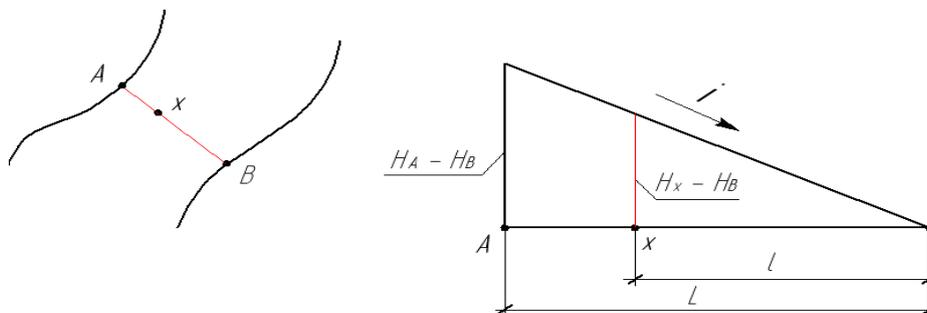

Рисунок 6 - Определение отметок исходных точек
- проектные горизонтали или проектные отметки опорных точек планировки с указанием направления уклона проектного рельефа (см. рис. 6).